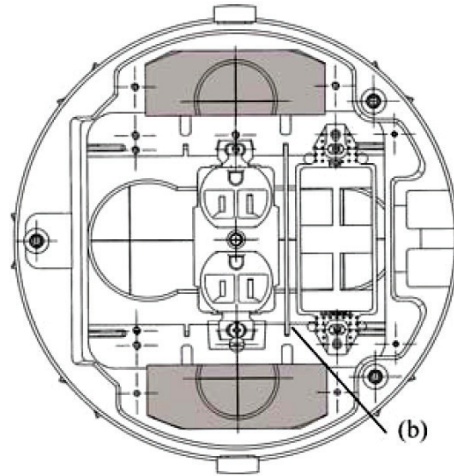

Fig. 4
4. For perimeter cover plates and devices (shaded areas in Fig.4), a flexible steel conduit (g) is available to join all power or all data cables to a standard junction box (d). Attach box (m) to bottom of can as shown using (2) pan head screws provided (f). Attach conduit adapters (n) to boxes (d) and (m). In applications where the perimeter plates are NOT all power or all data – connect conduit to box (m) or standard junction box (d) separately.
- b. Insert divider (b) between power and data devices at center, See Fig. 3. Center section may be all data, all power or divided 1/3-2/3 as shown in fig.4.
4. Pour les plaques de couverture et dispositifs périphériques (sections ombragées de la Fig. 4), un conduit métallique flexible (g) est disponible pour joindre tous les conducteurs d'énergie ou de données à une boîte de dérivation standard (d). Fixer la boîte (m) à la base de la boîte selon l'illustration à l'aide des (2) vis à tête cylindrique fournies (f). Fixer les adaptateurs de conduit (n) aux boîtes (d) et (m). Dans les applications où les plaques périphériques NE sont PAS toutes réservées à l'énergie ou aux données - raccorder la boîte de conduit (m) ou la boîte de dérivation standard (d) de façon distincte.
b. Insérer le séparateur (b) entre les compartiments d'énergie et de données, consulter la Fig. 3. La section centrale peut être réservée aux données, à l'énergie ou répartie 1/3-2/3 selon l'illustration de la Fig. 4.
4. Para placas y dispositivos perimetrales (áreas sombreadas en la Fig. 4), hay disponible un conducto de acero flexible (g) para agrupar los cables de alimentación o de datos a una caja de derivación estándar (d). Fijar la caja (m) al fondo de la carcasa como se muestra usando (2) tornillos de cabeza redonda provistos (f). Fijar los adaptadores de conducto (n) a las cajas (d) y (m). En aplicaciones donde las placas perimetrales NO son todas para alimentación o para datos, conectar el conducto a la caja (m) o a la caja de derivación estándar (d) de manera separada.
b. Colocar el separador (b) entre los lados de alimentación y datos, ver Fig. 3. La sección central podrá ser toda de datos, toda de alimentación o una combinación 1/3-2/3 de ambas, tal como se muestra en la Fig. 4.